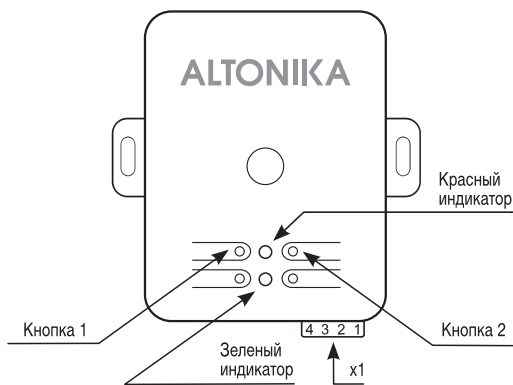

Рис. 1.
В датчике имеются два индикатора (рис. 1). Они служат для индикации:
2. Для записи звукового фрагмента нажмите и удерживайте кнопку 1 (рис. 1) в течение трех секунд, пока не загорится красный индикатор.
Для перевода датчика в спящий режим нажмите и удерживайте кнопку 2 (рис. 1) в течение трех секунд, пока не загорятся оба индикатора. Затем отпустите кнопку.